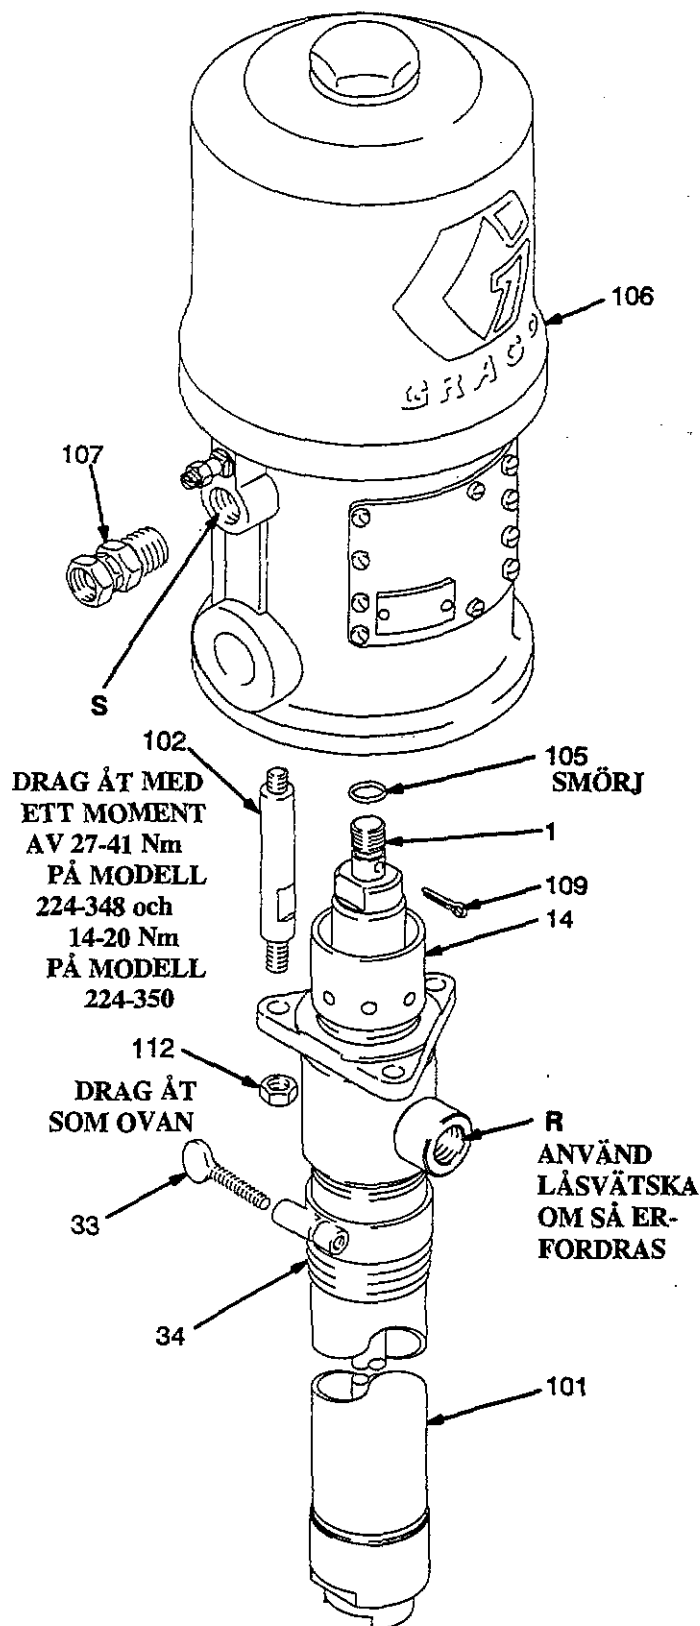

Fig 3
2. Lossa luft- och färgslangarna. Tag bort pumpen från sitt montage. Observera pumpens färguttag (R) visavi luftmotorns luftintag (S).
3. Skruva bort låsmuttrar (112) från stagstängerna (102). Tag bort saxpinnen (109). Skruva ut kolvstången (1) ur luftmotorn (106). Drag sedan försiktigt pumpdelen (101) fri från luftmotorn (106). Se fig 3.
1. Smörj in O-ringen (105) och kontrollera att den sitter på plats på kolvstången (1). Orientera pumpens färguttag (R) mot motorns luftintag (S) som anvisades i punkt 2 under **Demontering av pumpdelen**. Sätt pumpdelen (101) på plats på stagstängerna (102). Se fig 3.
2. Skruva låsmuttrarna (112) löst på stagstängerna (102). Skruva in kolvstången (1) i luftmotorn (106) och sätt dit saxpinnen (109).
3. Återmontera pumpen och återanslut alla slangarna. Sätt tillbaka jordledningen om den togs bort under reparationen. Drag åt packningsmuttern/våtkoppen (14) så att den tätar, inte hårdare. Fyll våtkoppen med Graco TSL olja eller ett lämpligt lösningsmedel.
4. Drag åt låsmuttrarna (112) jämnt med ett moment som anges i fig 3.
6. Kontrollera packningsmuttern/smörjkoppen (14) efter läckage. Följ **Anvisningarna för Tryckavlastning** på sid 8 innan packningsmuttern dras åt.